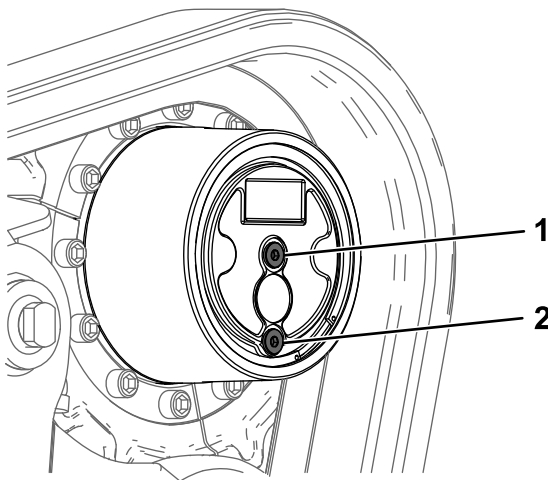

Figure 60
2. Garez la machine sur une surface plane et horizontale en plaçant le bouchon de vidange à la position 6 heures (Figure 60), serrez le frein de stationnement et abaissez les bras de la chargeuse.
5. Enlevez le bouchon de contrôle et le bouchon de vidange, et vidangez l'huile pour engrenages (Figure 60).
6. Remettez le bouchon de vidange en place (Figure 60).